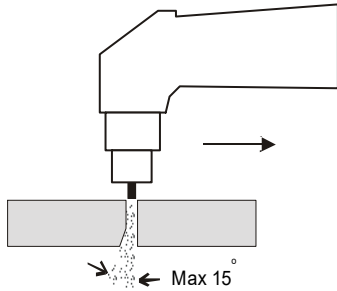

Abb. 6
1. Hohe Geschwindigkeit des Schneidens (überzeugen Sie sich, ob die Neigung des durchdringenden Schneidlichtbogens nicht ca. 15° überschreitet (siehe Abb. 6))